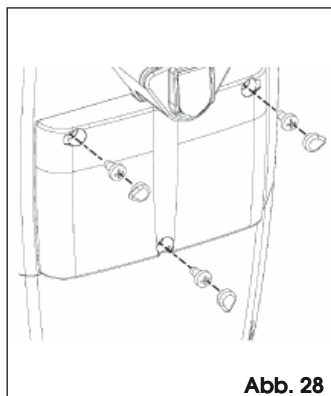

Abb. 28
- Nach der Programmierung der Steuereinheit und der Überprüfung der Funktionstüchtigkeit der Automation das mittlere Fach mit den drei im Lieferumfang enthaltenen Schrauben verschließen und die Verschlussstopfen laut Abb. 28 positionieren.